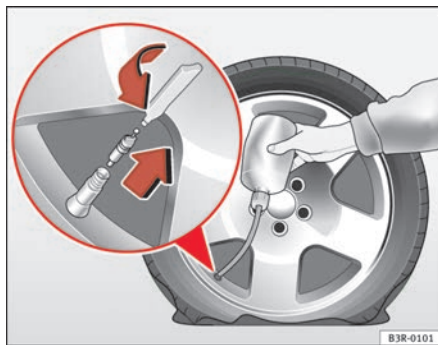

Fig. 184 Riparazione
- Svitare il cappuccio parapolvere della valvola del pneumatico e, servendosi dell'apposito estrattore, rimuovere l'elemento di tenuta della valvola ⇒ **fig. 184**.